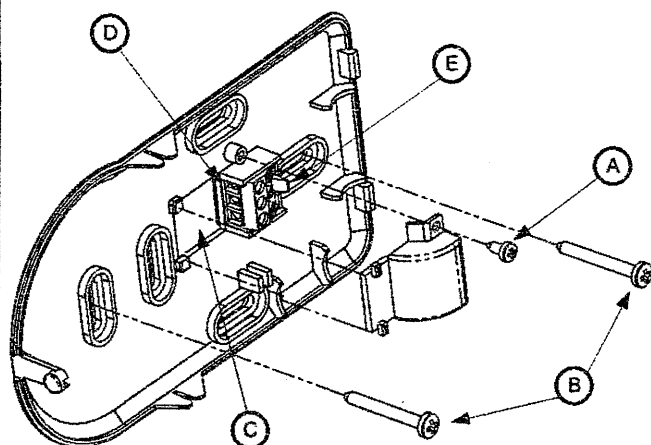

FIG. 3
- ② Svitare la vite, indicata in A di fig. 3, relativa al coprimorsetto e sfilare lo stesso.
Remove the screw, shown as 'A' in fig. 3, fixing the plastic cap and remove it.
- ③ Passare i fili attraverso la finestra della base, indicata in C di fig. 3 e utilizzando le due viti in dotazione, B di fig. 3 fissare la base del termostato sulla scatola da incasso oppure direttamente sulla parete.
Pass the wires through the hole in the base, shown as 'C' in fig. 3 and using the two screws included in the package, ('B' in fig. 3) fix the thermostat base on the junction box or directly on the wall.
- ④ Per agevolare i collegamenti elettrici, estrarre la morsettiera a 3 vie, D di fig. 3, facendo una piccola pressione verso l'esterno sulla levetta, E di fig. 3, che tiene fissata la morsettiera alla base.
In order to easy the electrical wiring, remove the 3-poles wiring block ('D' in fig. 3), applying a little pressure towards the external on the lever 'E' in fig. 3, which actually fixes it to the base.